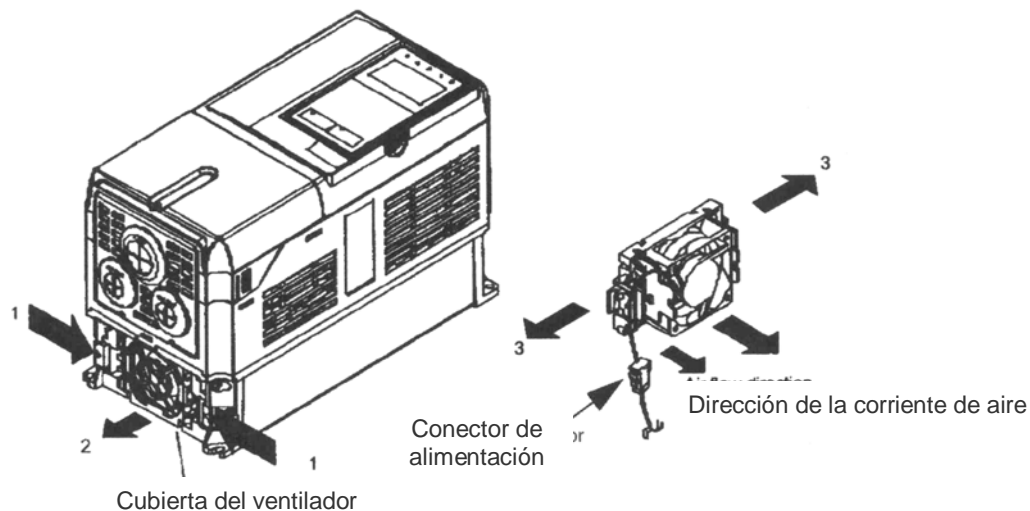

Figura 7.1 Procedimiento de reemplazo del ventilador de refrigeración
3. Tire hacia afuera del cable que esta conectado al ventilador desde la cubierta del ventilador y desconecte el conector de alimentación. Vea figura 7.1